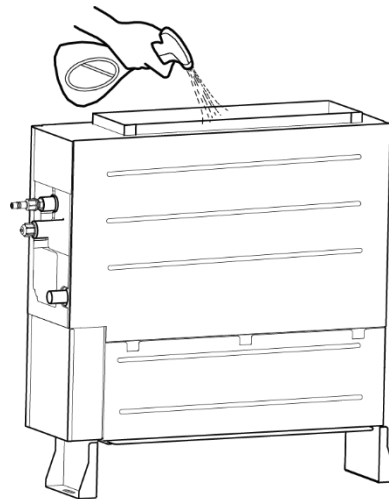

Fig. 4.3.10
- 2) Spruzzare 1 litro d'acqua sull'evaporatore con uno spruzzatore, come illustrato nella Fig. 4.3.10.